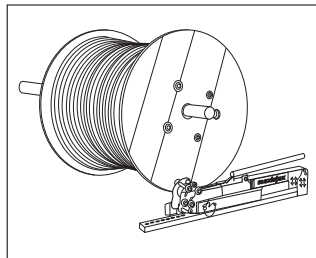
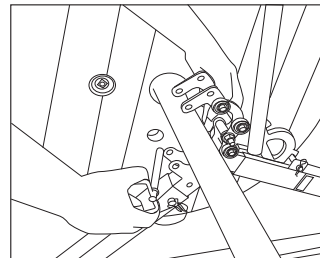

Fig. 1
Fig. 2
3. Introduire le conduit ou l'essieu dans la bobine de fil.(Fig. 1)
4. Soulever l'entretoise arrière (9) en tirant le levier Max (8) vers le haut, faire pivoter le bras avant (3) vers l'avant.Insérer la goupille de mise à niveau (11) dans le trou de réglage souhaité du longeron porteur (1).
5. Relever le levier Max (8) de manière à le faire pointer vers le haut.
6. Ouvrez la mâchoire supérieure (6).
7. Régler la hauteur pour enserrer les mâchoires sur l'essieu. Soulever la goupille de mise à niveau (11) et l'insérer dans le trou approprié du longeron porteur, puis régler le bras télescopique (2).
8. Refermer la mâchoire supérieure (6) sur l'essieu en replaçant la goupille d'attelage (5). (Fig. 2)